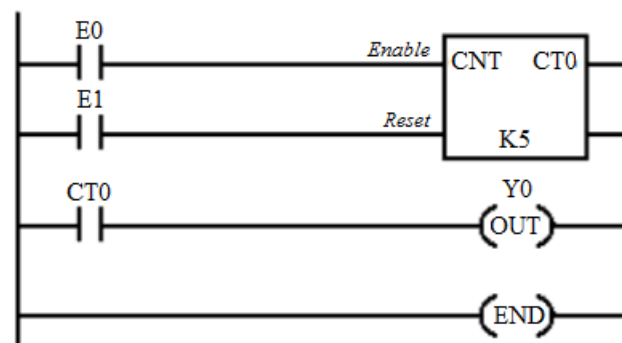

Figura 10 - Diagrama *ladder*.
50. Analise o diagrama *ladder* apresentado na Figura 10,